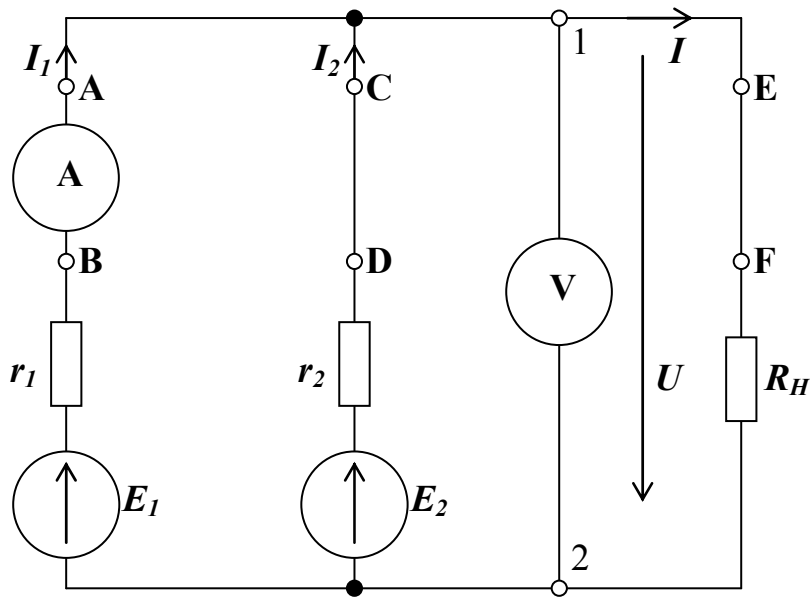

Рис. 3.10
10. Соберите цепь с параллельным соединением источников напряжения согласно схеме на рис. 3.10, используя в качестве E_1 регулируемый и в качестве E_2 нерегулируемый источники напряжения. В качестве внутренних сопротивлений источников устанавливаются резисторы r_1 и r_2 . Между точками А-В, С-Д, Е-Ф включите перемычки для поочередного подключения амперметра.